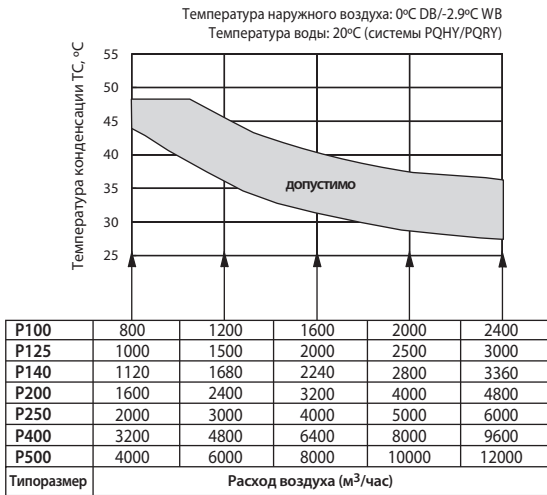

Рис. 1. Определение допустимых значений температуры конденсации
Для определения производительности фреонового теплообменника приточной установки в режиме нагрева воздуха выберите температуру конденсации из допустимого диапазона согласно рис. 1. Если приточная установка оснащена рекуператором, то выберите значение температуры конденсации 48°C.
- 1. Если расход воздуха меньше указанного в таблице на рис. 1, то следует выбрать значение температуры конденсации 48°C.